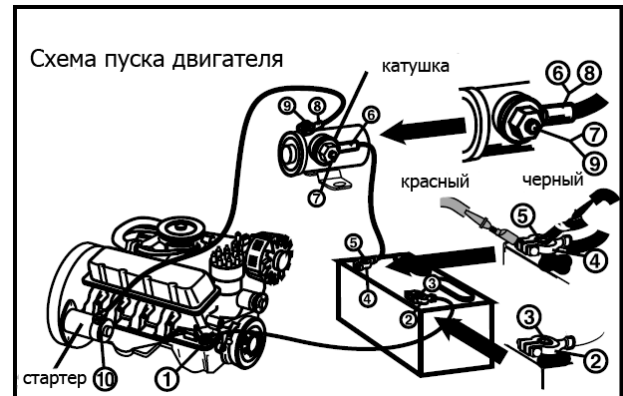

Рис. 14
- Сверьтесь с типичной электрической схемой пуска двигателя (см. рис. 14)